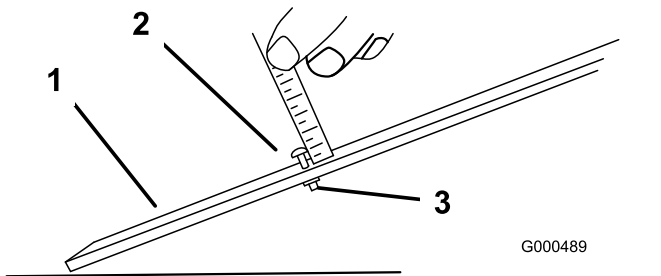

Figura 13
1. Slăbii piulia de pe bara de distanare i setai urubul de reglare la înălțimea de tăiere dorită (Figura 13).